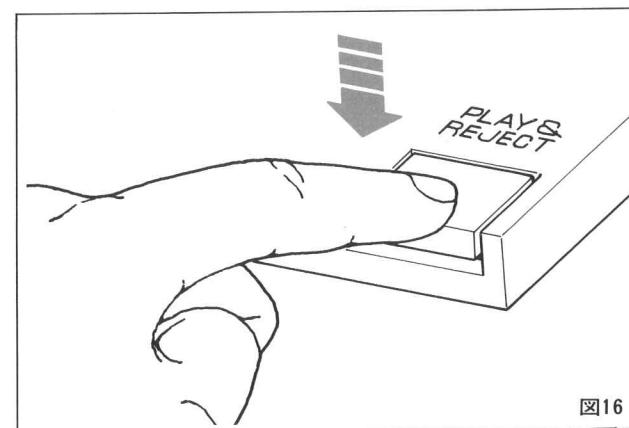

図16
- ⑤PLAY & REJECTスイッチを押しますとアームは静かにレコード面上に降りレコード演奏がはじまります。(図16)